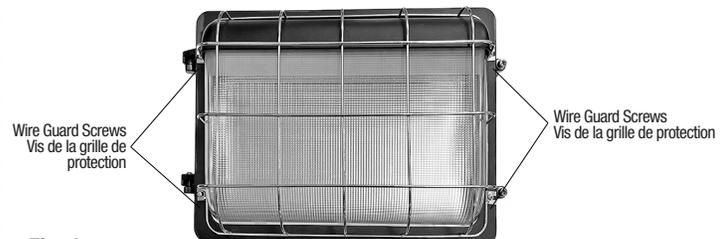

Fig. 4
1. Place the wire guard on the unit as shown in Fig. 4.
2. Install the wire guard on the unit by screwing the four provided screws (Fig. 4).
1. Placer la grille de protection sur l'unité comme indiqué sur la Fig. 4.
2. Installer la grille de protection sur l'unité en vissant les quatre vis fournies (Fig. 4).